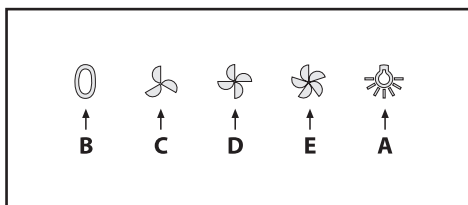

Fig.9
• Comandi meccanici (Fig.9) la simbologia è di seguito riportata: